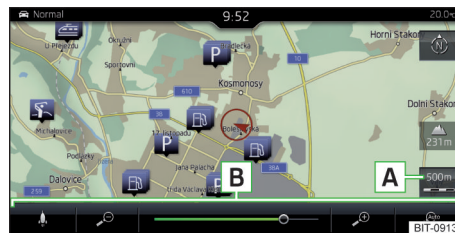

Fig. 228
► Touchez la touche de fonction souhaitée **A** » fig. 228 ou » fig. 229.
Dans la zone **B** » fig. 228 ou » fig. 229, les touches de fonction pour la modification de l'échelle de la carte sont affichées.
► Touchez la surface fonctionnelle **A** » fig. 228 et utilisez le curseur ou la surface fonctionnelle / Touchez le champ **B** » fig. 228 (s'applique à l'infodivertissement Columbus).